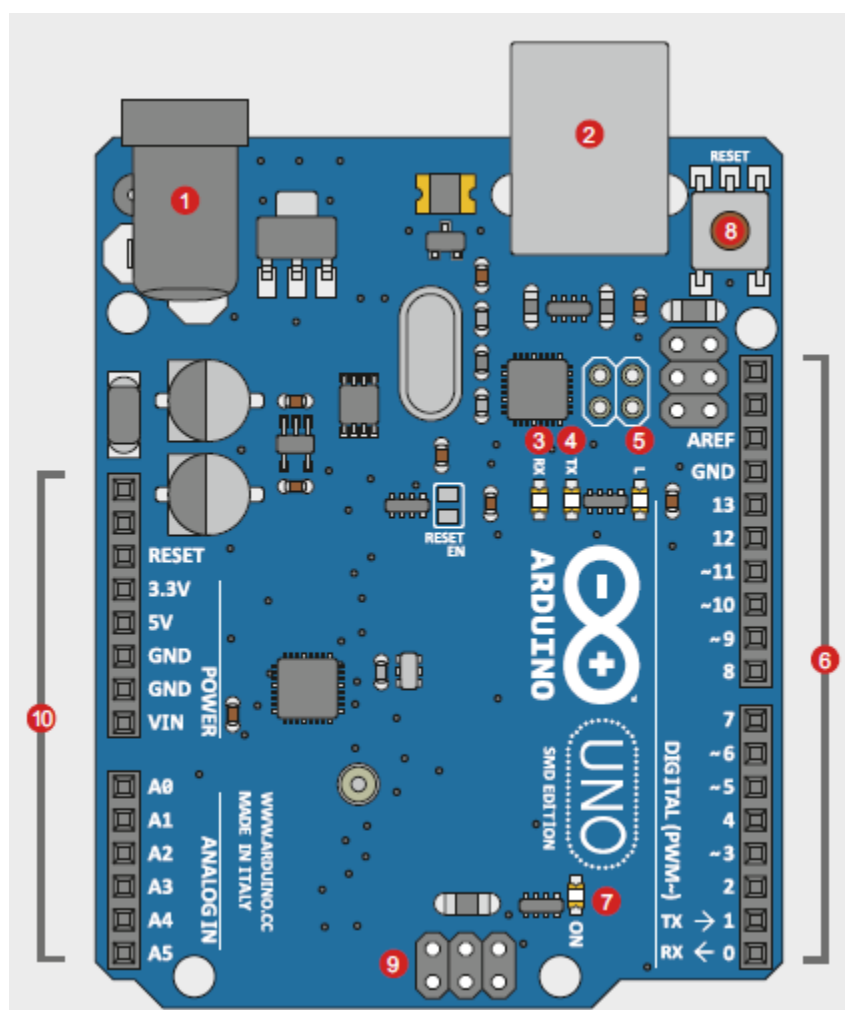

Рис. 1.2 — Внешний вид платы Arduino Uno на SMD компонентах
Плата Arduino UNO (рис. 1.2) имеет разъем подключения универсальной последовательной шины (Universal Serial Bus, USB) (2). С его помощью плата подключается к компьютеру, это позволяет подать на нее напряжение питания, выгрузить скетч с инструкциями и отправить или принять данные с компьютера.